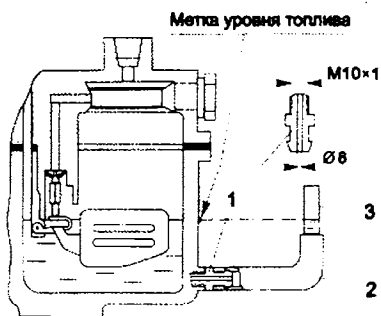

Рис. 3-11. Схема проверки уровня топлива
- ▶ Ввернуть вместо сливной пробки штуцер 1 (рис. 3-11.) и подсоединить к нему резиновую трубку 2 со стеклянной трубкой 3 с внутренним диаметром не менее 9 мм.